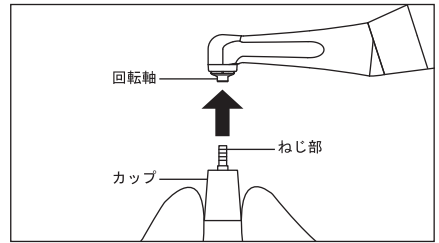

図 3
- 1) カップまたはブラシを軽くつまみ、コントラングルヘッドの回転軸にねじ部を挿し込み、軽く締まるまで時計回り方向にねじ込みます。最後にモータハンドピースを低速で正回転させ、ねじ部が入りきったところでカップまたはブラシから指を放します。(図3)